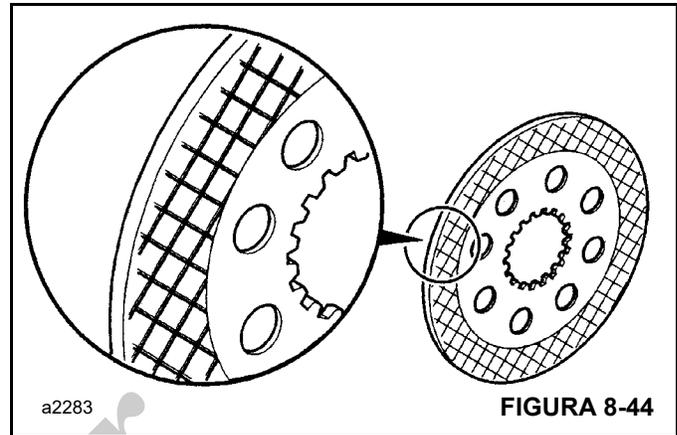

FIGURA 8-44
11. Examine los platos de fricción. El límite de desgaste de los platos de fricción es hasta la profundidad de la zona cuadrículada (Figura 8-44). Revise todos los platos en busca de deformación y daño. (Es normal que haya algo de rayado en los platos de respaldo.) Reemplace completamente el conjunto de freno si está desgastado o dañado. No reemplace los platos individuales.